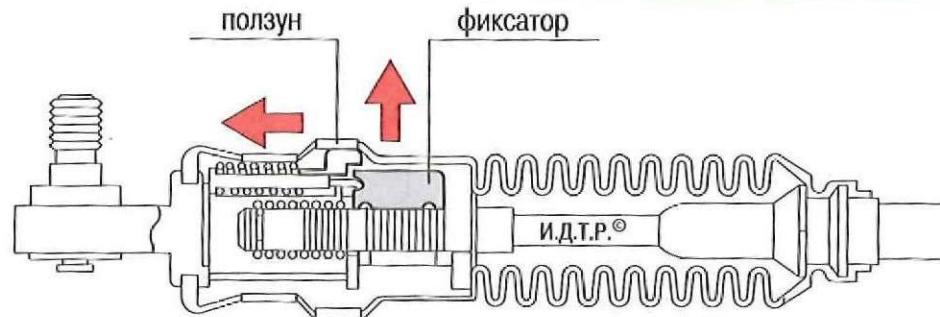
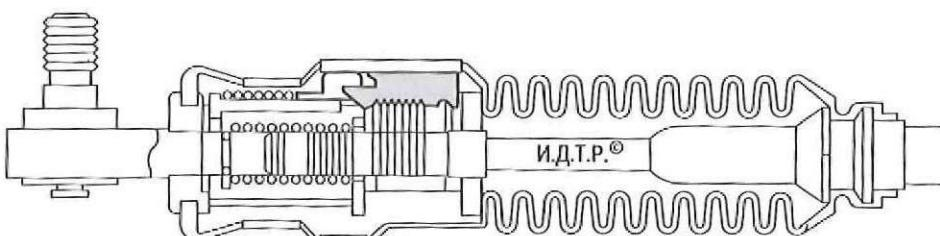

Рис. 6.25. Перемещение ползуна троса механизма переключения передач
Рис. 6.26. Извлечение фиксатора троса механизма переключения передач
6. Сдвиньте ползун 1 (рис. 6.25) в направлениях, указанных стрелками, и извлеките фиксатор (рис. 6.26).
7. Установите трос механизма переключения передач в порядке, обратном снятию. Установите фиксатор в прежнее положение (см. рис. 6.25).
Нажмите на фиксатор, до момента фиксации замка ползуна (рис. 6.25).